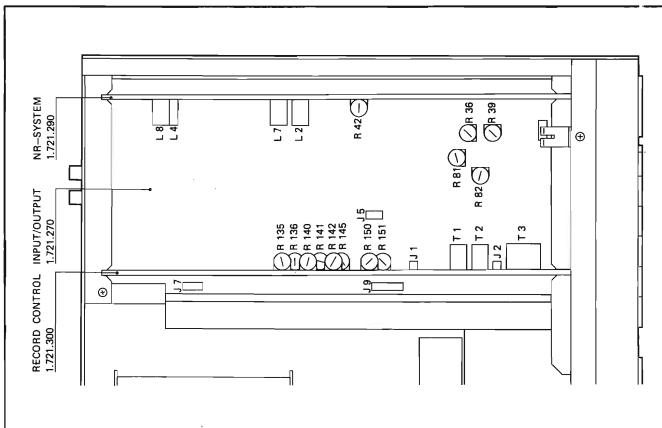

Fig. 5.1
- Induktivitäten L2 und L4, auf Platine NR-SYSTEM, auf minimale Spannung am Ausgang abgleichen. Dämpfung muss  $\geq 30 \text{ dB}$  betragen (Fig. 5.1)
- mit dem Trimpotentiometer R42 (auf der Platine NR-SYSTEM) Ausgangspegel des rechten Kanals auf den Wert des linken Kanals einstellen (Fig. 5.1)
- Anzeige mit Trimpotentiometer R26 (auf der Platine SYSTEM CONTROL) auf 0 dB einstellen (Fig. 5.1)